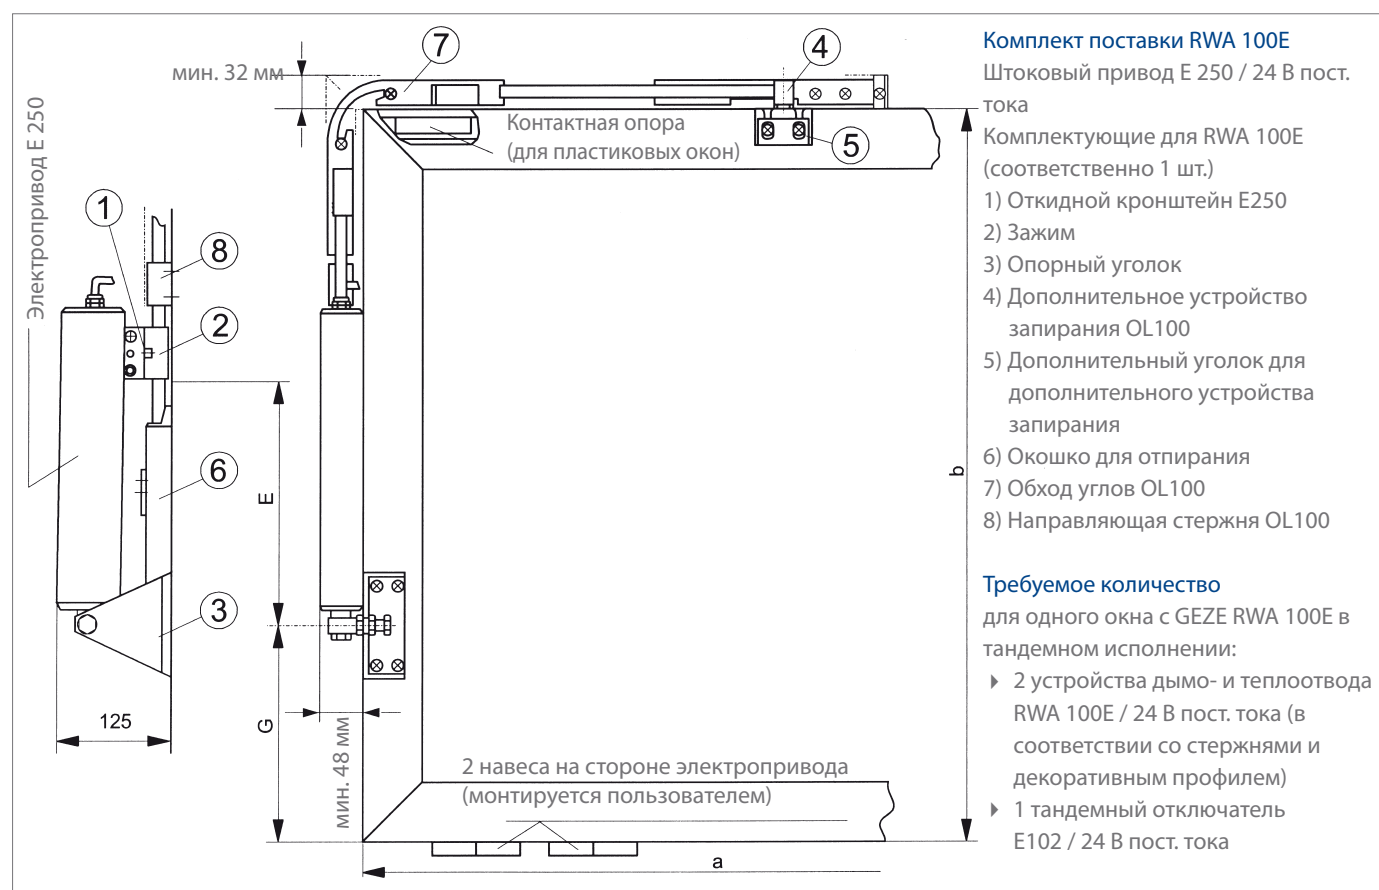

Fig. 33-1
- ▶ Ход: 100-300 мм (определение ширины открытия см. на Fig. 33-1)